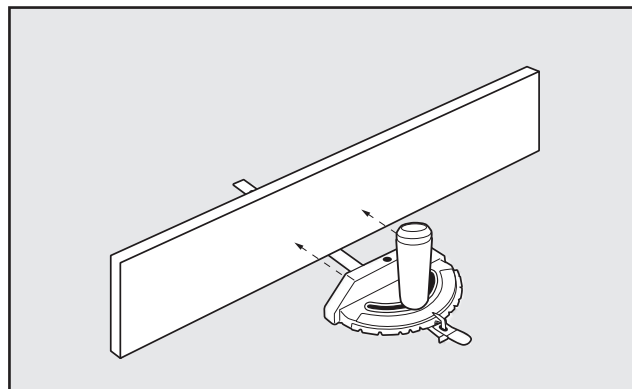

FIGURE 53
Ce parement de bois auxiliaire peut être fixé à l'avant du guide d'onglet en utilisant (2) vis M6 ou de 1/4-20 écrous à tête plate, en plaçant les écrous dans les fentes prévues dans la face du corps du guide d'onglet. Voir Figure 53.